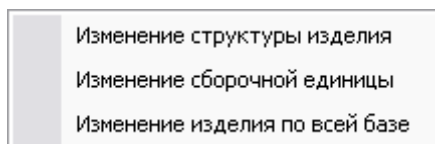

Рис. 58
2. Выберите тип изменения из появившегося списка (Рис. 58).